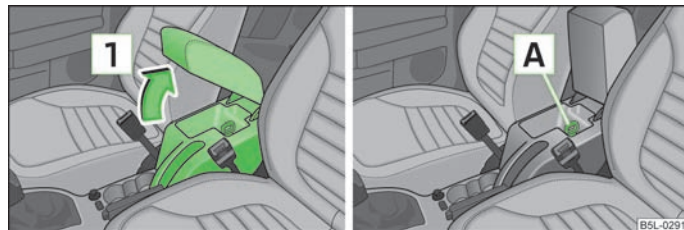

Fig. 78 Apoyabrazos: Compartimento portaobjetos/refrigeración del com-
- Abrir la tapa del apoyabrazos en el sentido de la flecha **[1]** » fig. 78.